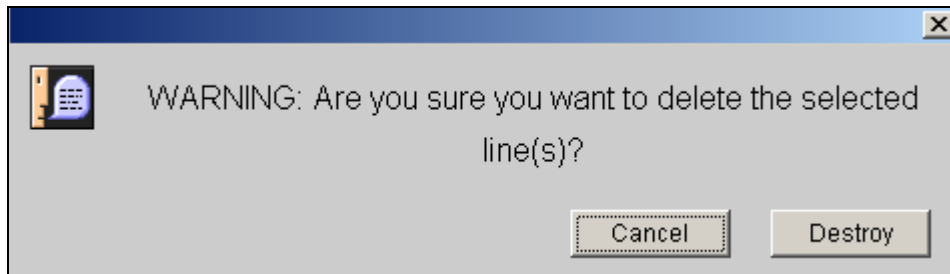

Рис. 4: Удалить складской номер
- В списке текущих складских номеров выберите подлежащие удалению строки и щелкните на кнопке **"Удалить"**. Открывается диалоговое окно (рис. 4).